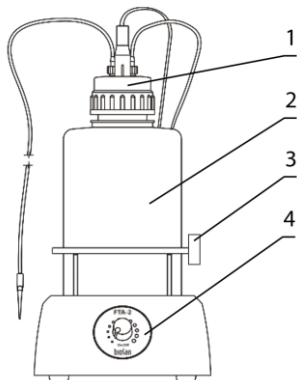
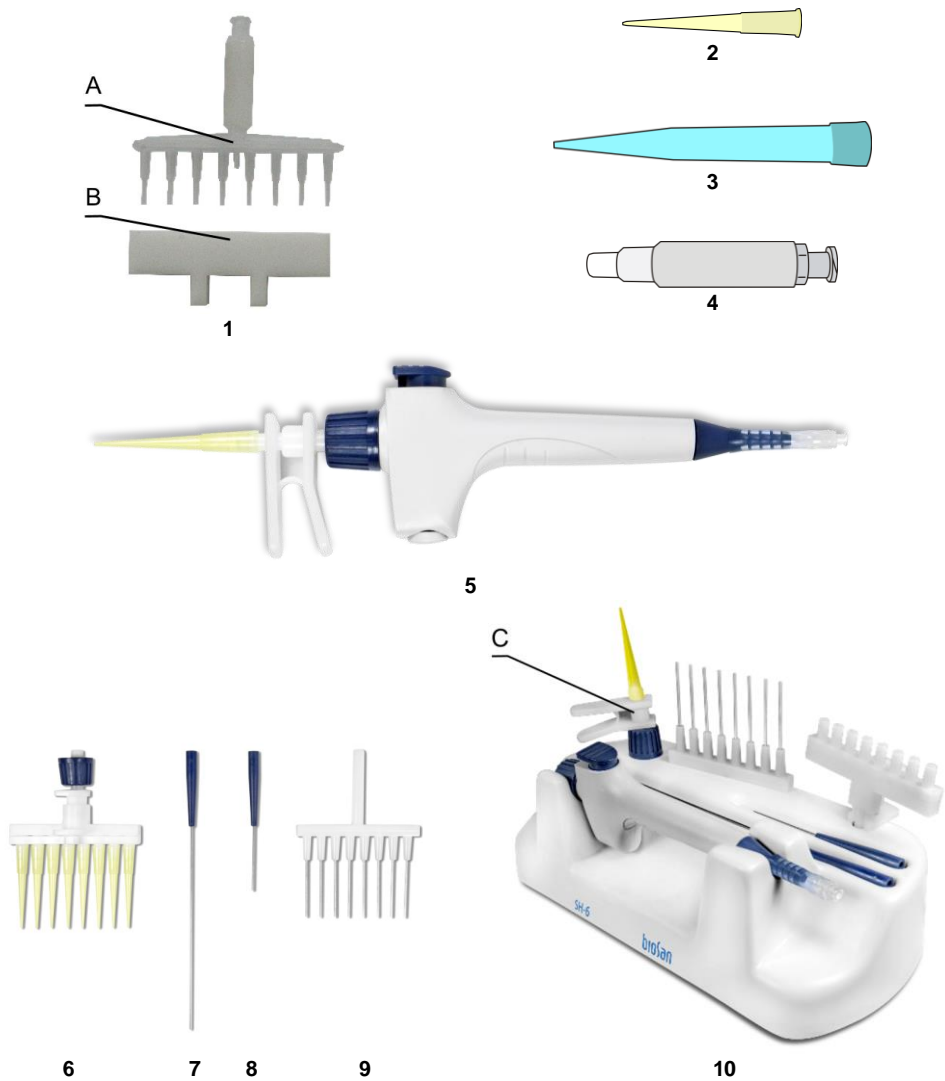

Рисунок 3. FTA-2i, вид спереди.
Рисунок 8. Дополнительные принадлежности и запасные части
- Установите сосуд-ловушку (рис. 3/2) на прибор.
- Прикрутите крышку с иглами сенсора и разъёмами для трубок (рис. 3/1) к сосуду-ловушке.
- Поместите микропробирки для наконечника в держатель (рис. 3/3).
4.4.1 Установка опционального наконечника МА-8. Извлеките аспирационный наконечник и микропробирки из держателя (рис. 3/3) и поместите внутрь держатель для МА-8. Отсоедините одноразовый наконечник (рис. 5/1) от адаптера **МА-U** и подсоедините наконечник **МА-8** (рис. 8/1А). Храните аспирационный наконечник в новом держателе.
4.4.2 Установка опционального ручного контроллера вакуума HAS-1. Отсоедините адаптер **МА-U** от аспирационной трубки (рис. 5/3) и подсоедините наконечник **HAS-1** (рис. 8/5), прикрутив его к фитингу.
- 5.3 (Для модели **FTA-2i**) С помощью рукоятки на передней панели прибора (рис. 3/4) отрегулируйте интенсивность аспирации. Поворот по часовой стрелке увеличивает интенсивность, против часовой – уменьшает. Интенсивность показывается световой индикацией вокруг рукоятки.
MA-8 , 8-канальный адаптер (рис. 8/1A) с держателем (рис. 8/1B)	BS-040108-BK
HAS-1 , набор ручного контроллера (только для FTA-2i). В наборе: Ручной контроллер вакуума (рис. 8/5), 8-канальн. адаптер для 200 мкл наконечн., с выталкивателем (рис. 8/6), 1-канальн. адаптер с 125 мм наконечн. из нержавеющей стали (рис. 8/7), 1-канальн. адаптер с 40 мм наконечн. из нержавеющей стали (рис. 8/8), 8-канальн. адаптер с 35 мм наконечн. из нержавеющей стали (рис. 8/9), 1-канальн. адаптер для 200 мкл наконечн., с выталкивателем (рис. 8/10C), штатив SH-6 для контроллера и адаптеров (рис. 8/10)	BS-040118-PK
Наконечник, 200 мкл, 1000 шт. (рис. 8/2)	BS-000001-S04
Наконечник, 8-канальный для MA-8 (рис. 8/1A)	BS-040108-S24
MA-U , универсальный адаптер для одноразовых наконечников на 200/1000 мкл (рис. 8/4)	BS-040118-AK
Наконечник, 1000 мкл, 1000 шт. (рис. 8/3)	BS-000001-S05